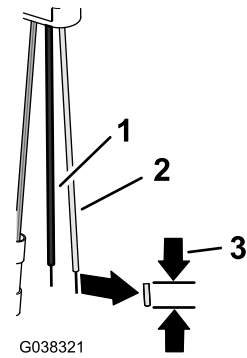

图42
2. 分别去除 3 针适配器粉色导线和黑色导线的 8mm 绝缘体 图42。